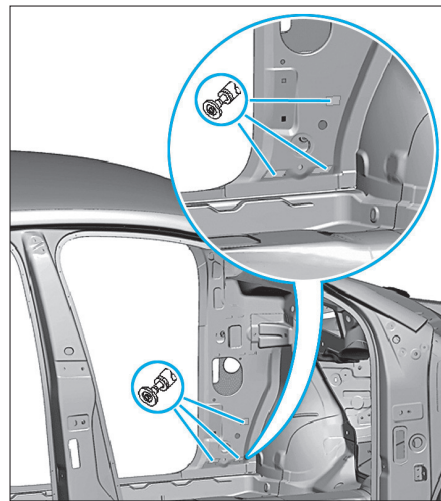

FIG. 34
- A l'intérieur du véhicule, meuler les points de fixation (Fig.34).